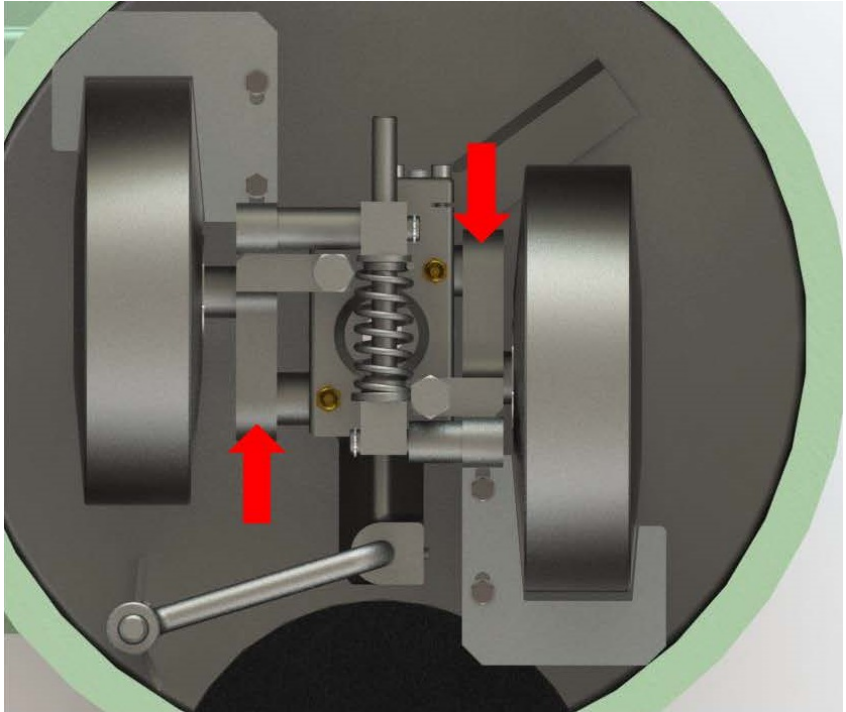

Figura 7: Brazos Móviles
- Lubrique los brazos móviles (Figura 7) inyectando grasa en los Alemites ubicados en cada soporte de brazo móvil. Inyecte grasa hasta que comience a salir del soporte al lado del Alemite.